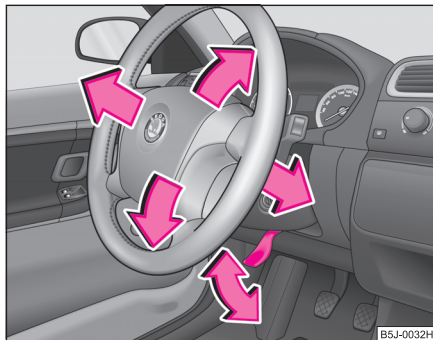

Fig. 98 Volan reglabil:
- Îndreptați maneta de sub volan ⇒ fig. 98, în jos ⇒ ⚠.